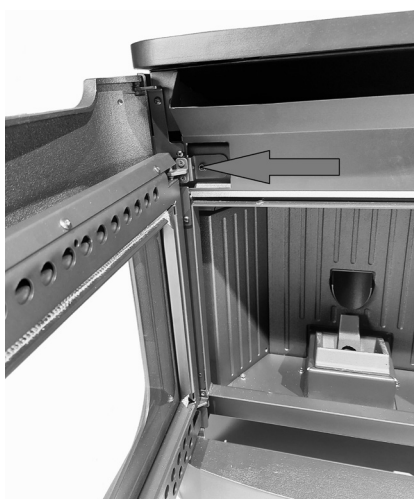

Fig. 26 - Réglage de la porte
- Desserrez les deux vis avant dans la charnière supérieure et avec la vis latérale (celle entourée sur l'image) réglez la porte en avant ou en arrière (voir **Fig. 26**).